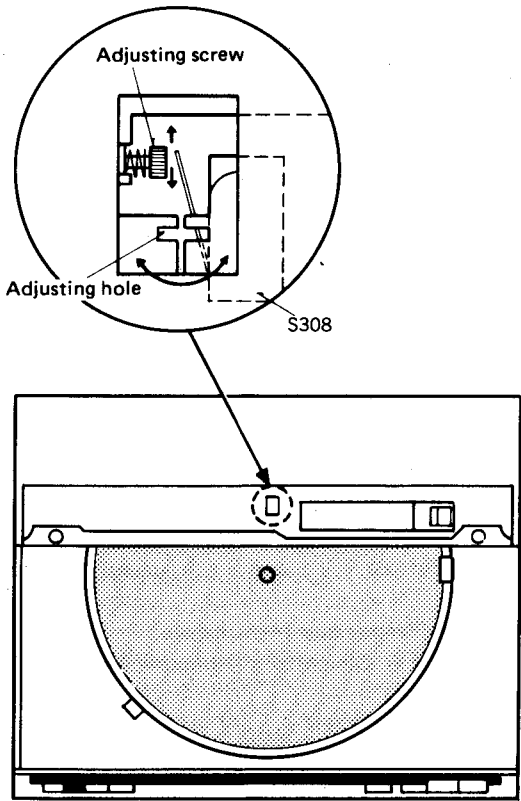

Fig. 19
3. Insert the screwdriver into the adjusting hole. (Fig. 19)
4. If the start position is still deflected, turn the auto start position adjusting screw. (Fig. 19)
3. Den Schraubenzieher in das Justierloch einführen. (Abb. 19)
4. Wenn die Start-Position noch immer von der korrekten Position abweicht, die Auto-Start-Position-Justierschraube drehen. (Abb. 19)
3. Insérer le tournevis dans le trou de réglage. (Fig. 19)
4. Si la position de démarrage est encore déviée, tourner la vis de mise au point du démarrage automatique. (Fig. 19)